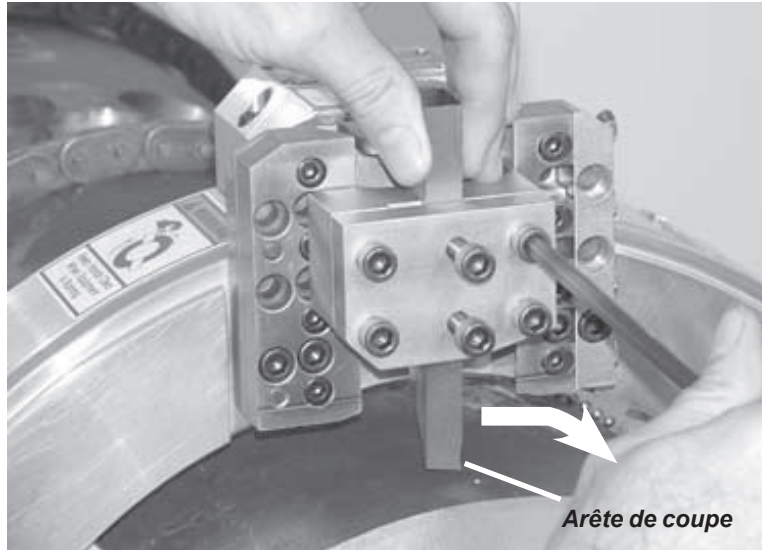

Figure 5-31. Insérez l'outil à chanfreiner dans le porte-outil avec l'arête de coupe dans le sens de rotation.
5. Insérez l'outil à chanfreiner avec l'arête tranchante dans le sens de rotation (voir Figure 5-31).